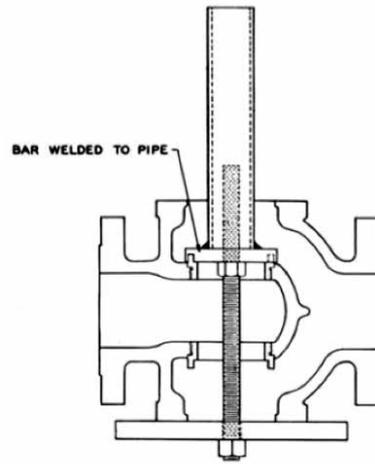

图 3
螺纹阀座环 ( 15 和 16 ) 是在工厂生产时安装的，而且非常紧密，使用多年后，通常难以拆除。为了便于拆除，可装配阀座环扳手，用于连接阀座环凸耳，而且能够调整作为撞击扳手 ( 参见图 3 )。如果阀座环特别难以拆除，使用加热或渗透润滑油应该有所帮助。
- C. 通过配备的拆除用扳手安装并紧固阀座环。（见图 3）。